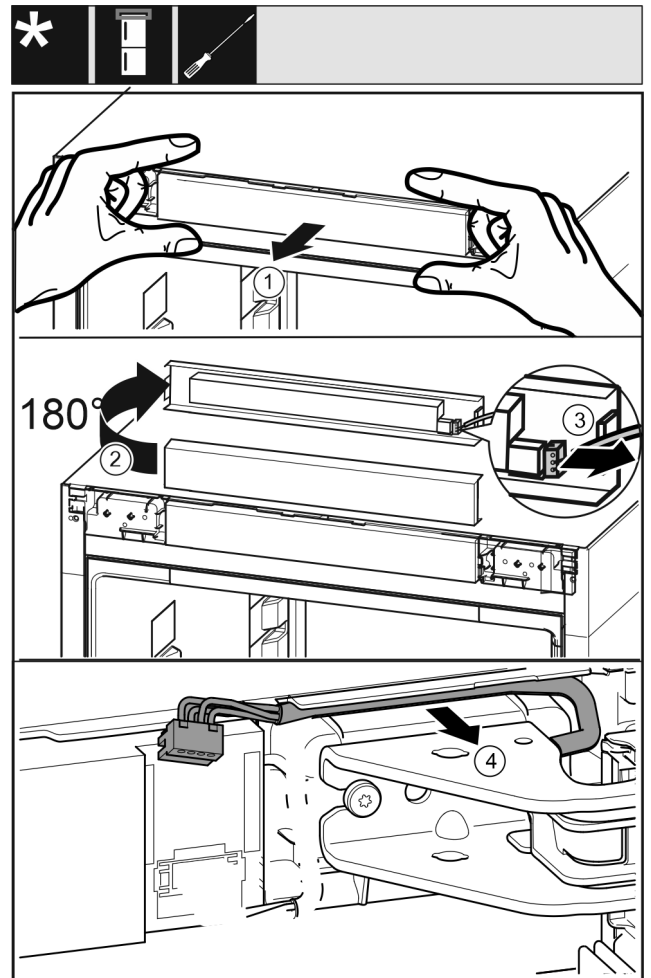

Fig. 14
- ▶ Bedienblende Fig. 14 (1) vorsichtig nach vorne lösen.
- ▶ Bedienblende Fig. 14 (2) nach oben um 180° drehen.
- ▶ Rastnase Fig. 14 (3) nach hinten drücken und den Stecker vorsichtig herausziehen.
- ▶ Kabel Fig. 14 (4) über Lagerbock vorsichtig aus der Führung lösen.